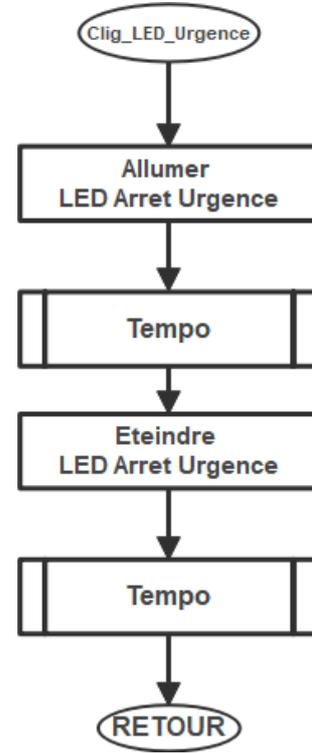

Figure 4 : Organigramme de Clig_LED_Urgence
Q.33- Compléter en MikroC les lignes de configuration de la fonction **Clig_LED_Urgence** relative à l'organigramme de la **figure 4** du **DRES 02**. **3 pts**